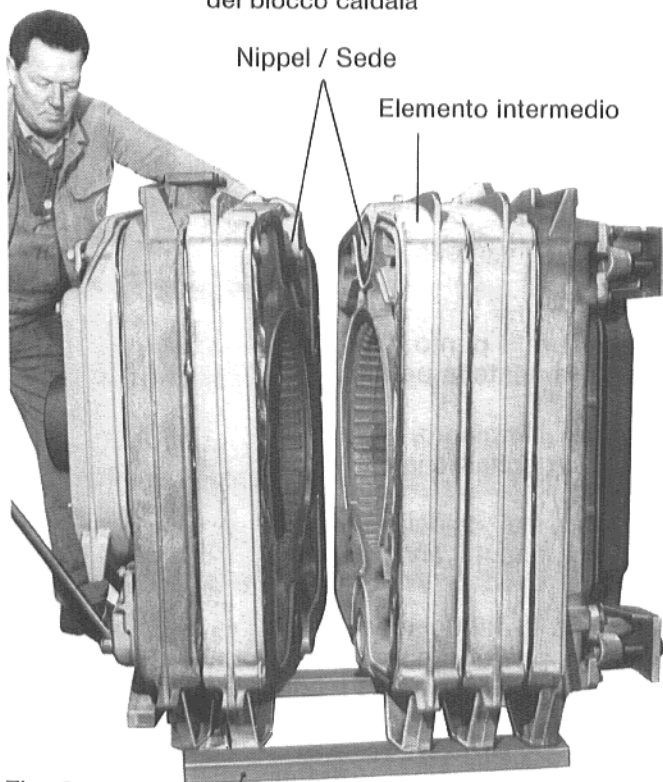

Fig. 8
9. Pulire le sedi dei nippel, penellare minio, immettere **nuovi nippel** e riavvicinare le due parti del corpo caldaia (Fig. 8).